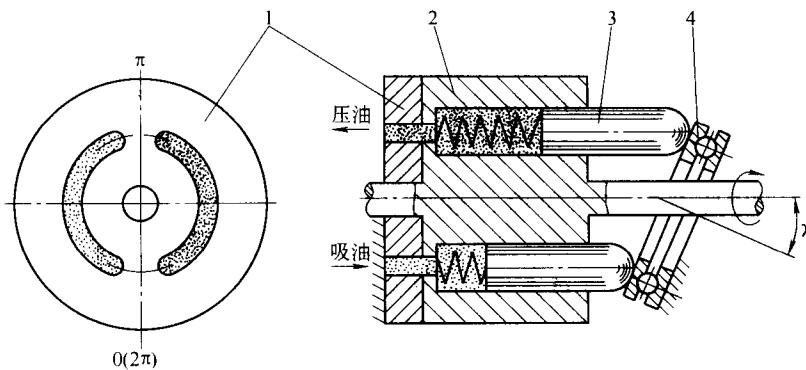

图 1-1-2 轴向柱塞泵工作原理图
(2) 轴向柱塞泵 轴向柱塞泵是柱塞轴线平行于缸体轴线的一种柱塞泵，如图 1-1-2 所示。泵主要由配油盘 1、缸体 2、柱塞 3 和斜盘 4 等组成。柱塞安装在回转缸体上的轴向柱塞孔中，在根部弹簧力或液压力的作用下柱塞的球形端头与斜盘紧密接触，斜盘轴线与缸体轴线间的交角为 γ 。当缸体回转时，由于斜盘和弹簧的作用，迫使柱塞在缸体的柱塞孔内作往复运动，并通过配油盘上的配油窗（弧形沟槽）进行吸油和压油。缸体每回转 1 周，每个柱塞分别完成吸油、压油各一次。若改变斜盘倾斜角度 γ 的大小，就能改变柱塞往复运动